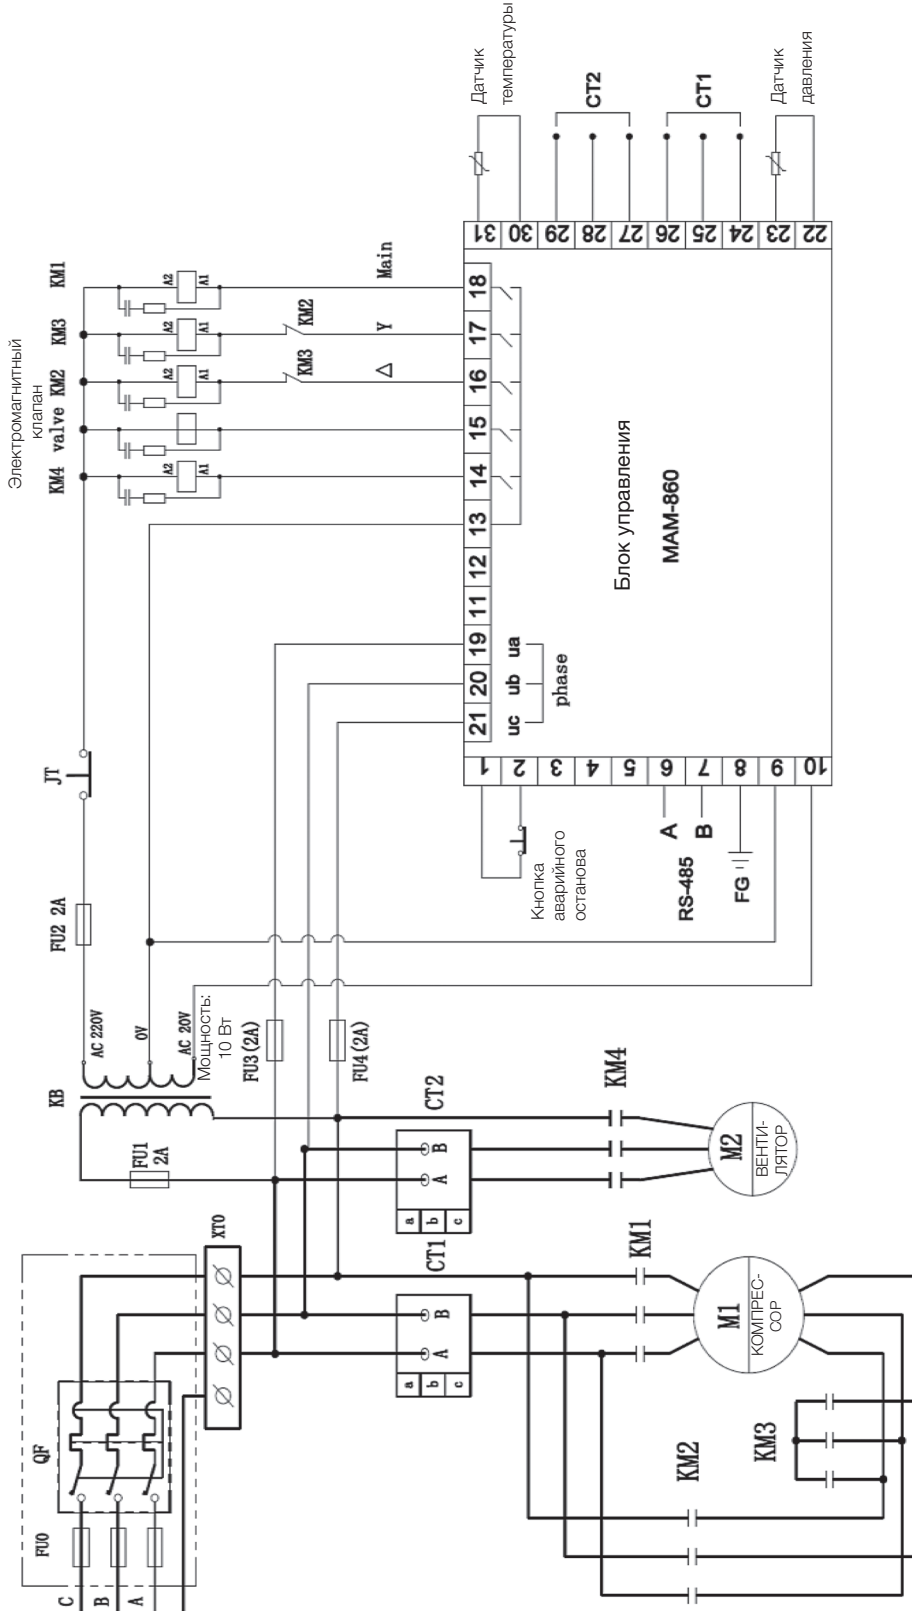

Рис. 3.4 Электрическая схема компрессора серии MD
- Электрическая схема показана на рис. 3-4.